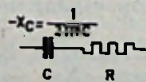

Fig. 7
B. Serieschakeling van C en R (fig. 7)